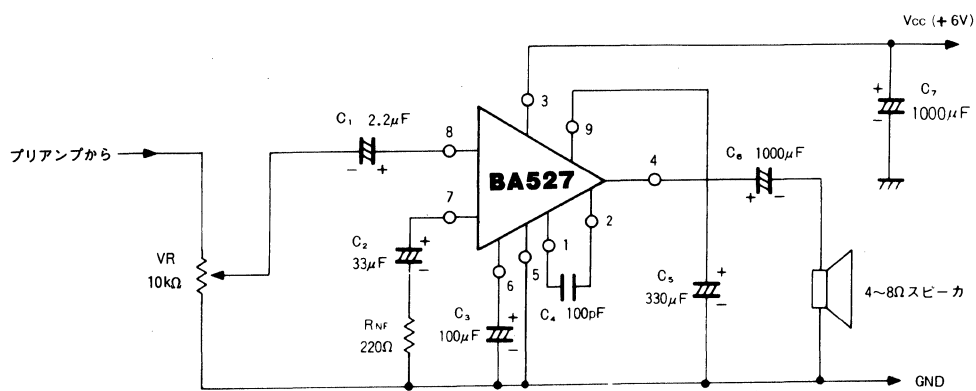

Fig. 2
- 1) 6V, 8Ω 負荷時に330mW (THD=10%) の出力が得られる (Fig. 2 参照)。
- 1) Output of 330mW (THD=10%) at 8Ω load and 6V operation (See Fig. 2).